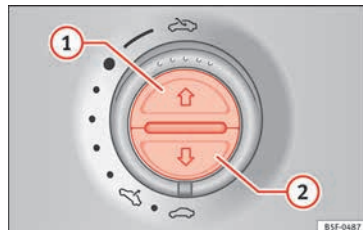

Abb. 140 Im Dachhimmel: Tasten für Sonnenschutzrollo.
Ganz öffnen (Automatiklauf):	Taste »» Abb. 140 ① kurz drücken.
Automatiklauf stoppen:	Taste »» Abb. 140 ① oder »» Abb. 140 ② kurz drücken.
Zwischenposition einstellen:	Taste »» Abb. 140 ① oder »» Abb. 140 ② gedrückt halten, bis die Position erreicht ist.
Ganz schließen (Automatiklauf):	Taste »» Abb. 140 ② kurz drücken.
- *Sonnenschutzrollo:* Innerhalb von 5 Sekunden nach dem Auslösen der Kraftbegrenzung die Taste » » **Abb. 140** **2** so lange drücken, bis das Sonnenschutzrollo vollständig geschlossen ist.